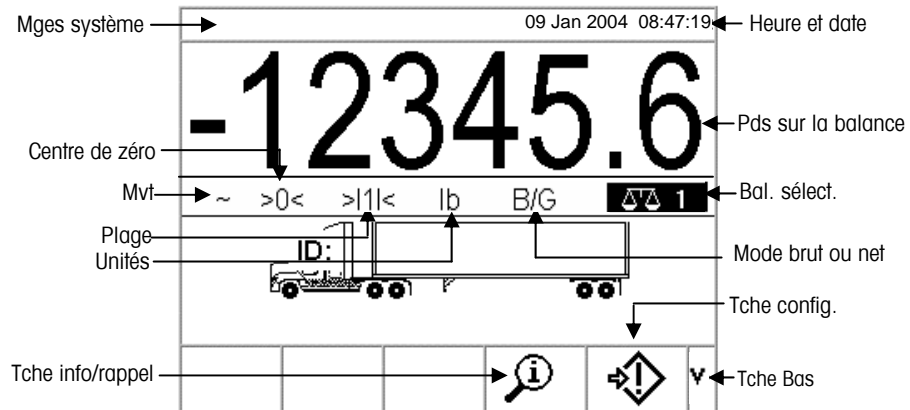

Figure 2-6 : Écran de pesage par défaut
L'écran de pesage par défaut s'affiche lorsque l'application est inactive (voir la Figure 2-6).
1. Depuis l'écran de pesage par défaut (Figure 2-6), appuyez sur la touche fléchée BAS pour afficher toutes les touches programmables disponibles (voir Figure 2-7).
1. Après avoir placé le véhicule sur la balance, appuyez sur la touche programmable ID TEMPORAIRE (voir Figure 2-6). Une invite d'ID de véhicule s'affiche avec un curseur dans le champ ID. Les touches programmables et celles d'application deviennent des touches alphabétiques (voir Figure 2-3).